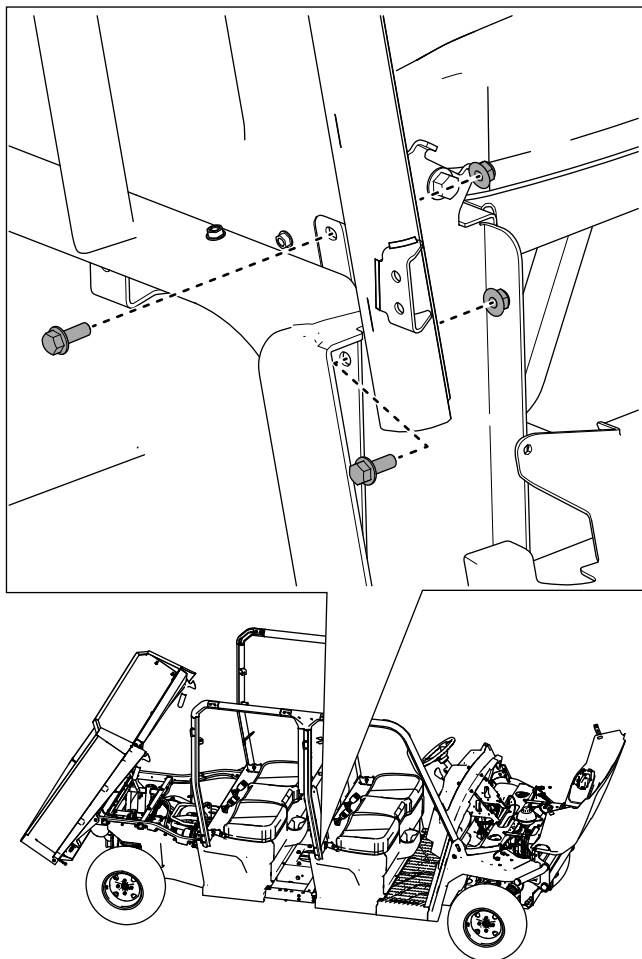

Figure 47
13. Fixez légèrement le bas de la barre centrale droite de l'arceau de sécurité à la base du siège à l'aide de 2 boulons à embase ($\frac{3}{8}$ x 1 po) et de 2 contre-écrous ($\frac{3}{8}$ po), comme montré à la Figure 47.